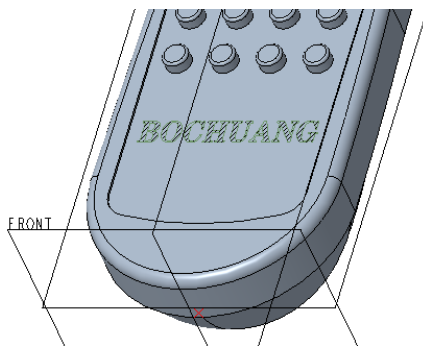

图 6-78 在产品正面上创建草绘修饰特征
- 8 单击“确定”按钮，至此完成该规则截面草绘修饰特征的创建。此时，可以按〈Ctrl+D〉组合键以默认的标准方向视角显示模型，创建的规则截面草绘修饰特征效果如图 6-78 所示。